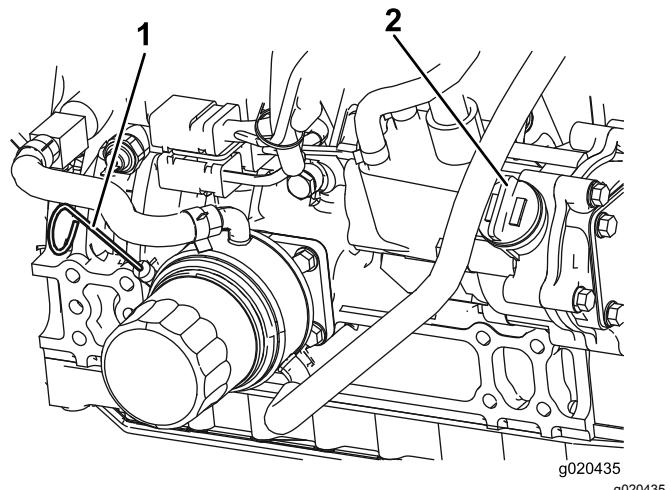

Bild 74
3. Entfernen Sie den Peilstab, wischen ihn ab und führen ihn wieder in das Rohr ein; ziehen Sie ihn dann wieder heraus. Der Ölstand sollte an der Voll-Markierung sein (**Bild 74**).
4. Wenn der Ölstand unter der Voll-Markierung liegt, nehmen Sie den Fülldeckel ab (**Bild 74**) und gießen Sie genug Öl ein, um den Ölstand bis zur Voll-Markierung anzuheben. **Füllen Sie nicht zu viel ein.**